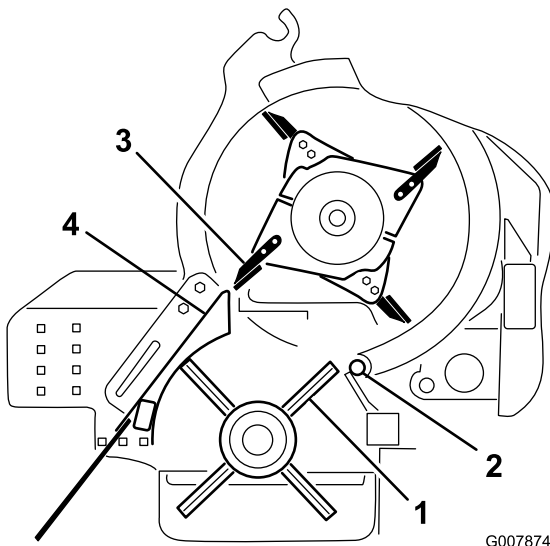

Bild 60
4. Drehen Sie die Bürstenscheibe, bis eine Bürstenreihe mit der sich drehenden Kante ausgefluchtet ist (Bild 60).
5. Drehen Sie den Häksler, bis eine Messerspitze mit der Außenseite des Bürstengehäuses ausgefluchtet ist (Bild 60).